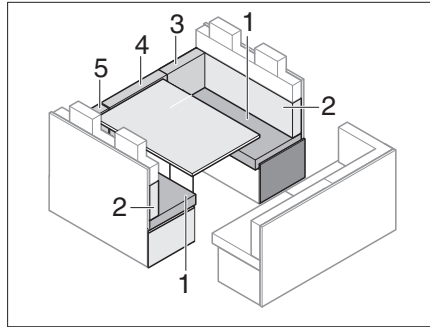

Bild 199 Vor dem Umbau
- Rückenpolster (Bild 199,3,4 und 5) entfernen und zur Seite legen.